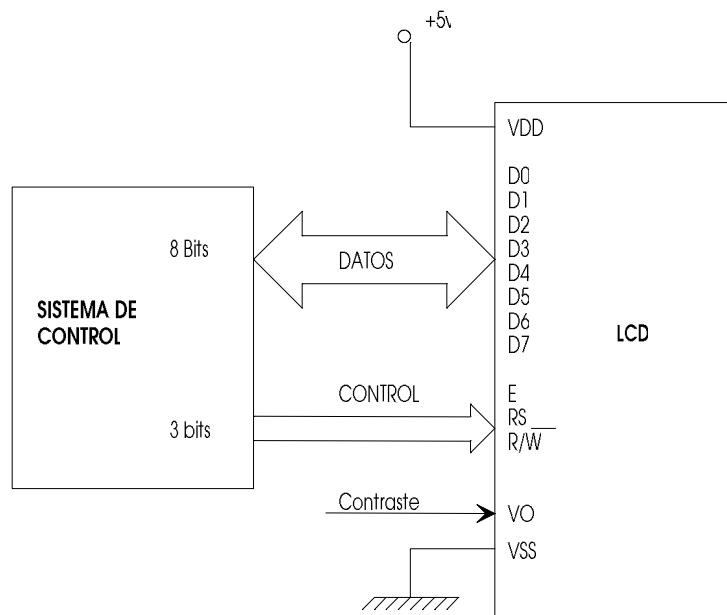

Figura 11: Interfaz del LCD con un sistema de control
En la figura 11 aparecen las señales necesarias para el funcionamiento y control del display. Los datos se transmiten por un bus de datos de 8 bits de anchura (El display ofrece la posibilidad de trabajar con este bus multiplexado en dos grupos de 4 bits, pero esto se verá más adelante). Para el control del display son necesarios 3 bits: una señal de *enable* (E), una para indicar *lectura/escritura* (R/W) y otra para seleccionar uno de los dos registros internos (RS). Por ello, en el caso peor, el sistema de control del display necesitará utilizar 8+3=11 bits. En el caso de utilizarse la tarjeta CT6811 será necesario utilizar 2 puertos, por ejemplo el PUERTO C para los datos y el PUERTO B para el control.
En la figura 11 aparecen representados los dos tipos de buses. Cuando se utiliza un bus de 4 bits **sólo se utilizan los pines D4-D7 del display** dejándose D0-D3 ‘al aire’. La transferencia de la información se realiza de la siguiente manera: **primero los 4 bits más significativos y luego los 4 menos significativos.**